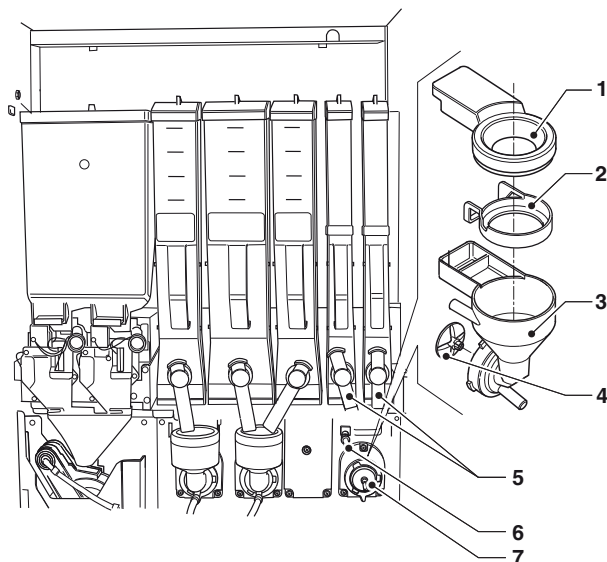

Fig. 9
- Asportare (vedi fig. 9) dai mixer gli imbuti delle polveri, i convogliatori acqua, gli imbuti deposito polvere e le ventoline dei motofrullatori;